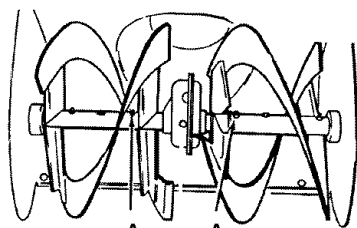

Figura 70
1. Lubrique los **accesorios Zerk (A)** cada diez horas con una pistola engrasadora.
2. Cada vez que cambie un perno de seguridad, engrase también el eje de la barrena. Vea la Figura 70. Consulte "**Cómo reemplazar los pernos de seguridad de la barrena**" en la sección de **Servicio y Ajustes**.